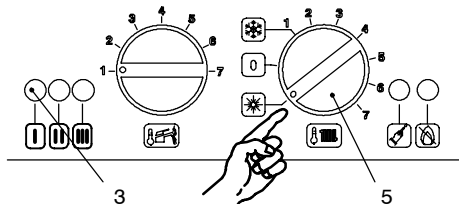

fig. 2.3
- 4 Ruotate il selettore 5 come in fig. 2.3; la lampada di segnalazione 3 lampeggia ad intermittenza circa ogni secondo.